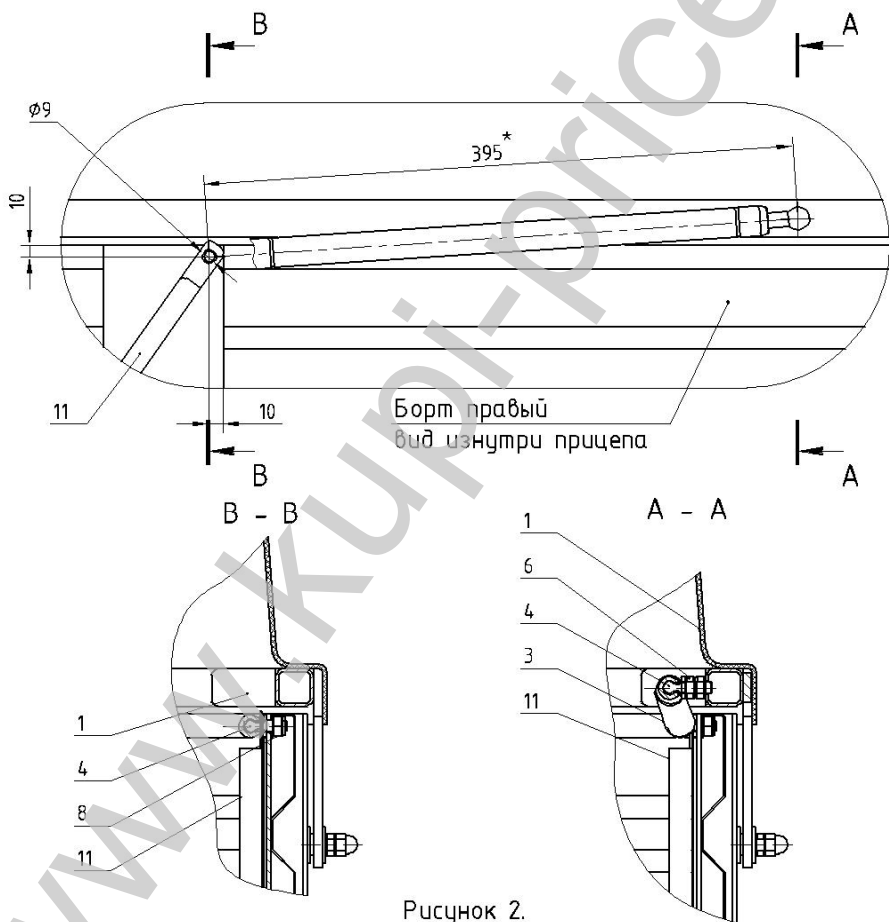

Рисунок 2.
11. Прикрутить верхние шаровые шарниры 4 через дистанционную гайку 6 (рис. 2, сечение А-А и сечение В-В).
12. Просверлить отверстие  $\varnothing 9\text{мм}$  в левом и правом борту прицепа на расстоянии 10мм от верхнего края борта и 10мм от заднего края стойки, как показано на рис.2.
13. Прикрутить нижние шаровые шарниры 4 (рис. 2, сечение Б-Б).
15. Установить стопоры газового упора 10 и 11 (рис. 2).